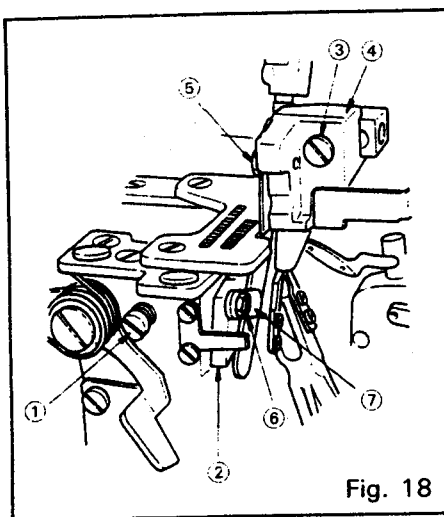
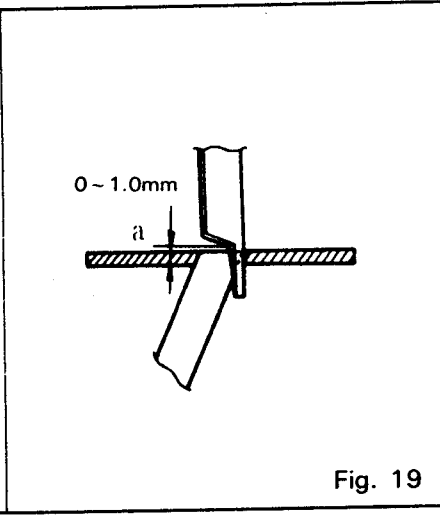

Fig. 18
Fig. 19
- (1) Gire la polea hasta que la cuchilla móvil quede en el punto muerto inferior.
- (2) Afloje el tornillo ① de fijación, jale el soporte de la cuchilla fija ② hacia la izquierda hasta que haga tope y luego tense temporalmente el tornillo ① de fijación.
- (3) Afloje el tornillo ③ de fijación y coloque el soporte ④ de la cuchilla móvil al ancho deseado para la sobreorilla moviéndola hacia la izquierda o derecha. Tense el tornillo ③ de fijación.
- (4) Gire la polea hasta que el punto (a) de la cuchilla móvil quede a 0 - 1,0 mm. por encima de la superficie superior de la placa de garganta como se muestra en la Fig. 19 y luego afloje el tornillo de fijación ①.
- (5) Asegúrese de que la cuchilla móvil esté en contacto estrecho con la cuchilla fija a través de la tensión del resorte. Luego ajuste el tornillo de fijación ①.
- (6) Inspeccione el filo de las cuchillas. Esto puede ser efectuado colocando un hilo entre la cuchilla móvil y la fija y cortándolo al girar la polea.
- (1) Ruotare la manopola sino a portare il coltello mobile in corrispondenza del punto morto inferiore.
- (2) Allentare la vite di bloccaggio ①, spingere fino in fondo verso sinistra il sostegno ② del controcoltello, e rivvitare poi temporaneamente la vite di bloccaggio ①.
- (3) Allentare la vite di bloccaggio ③ e posizionare il sostegno ④ del coltello mobile al valore desiderato di insenatura del margine superiore, spostandolo verso sinistra o verso destra. Riavvitare poi la vite di bloccaggio ③.
- (4) Ruotare la manopola sino a quando il punto (a) del coltello mobile viene a trovarsi a circa 0-1,0 mm al disopra della superficie superiore della piastra di livello, come indicato nella fig. 19, ed allentare poi la vite di bloccaggio ①.
- (5) Verificare che la pressione della molla tenga il coltello mobile ben strettamente a contatto del controcoltello, ed avvitarlo poi la vite di bloccaggio ①.
- (6) Controllare il filo di taglio delle lame dei coltelli. Per effettuare questo controllo, porre un filo fra il coltello mobile ed il controcoltello, e procedere al taglio del filo stesso ruotando la manopola.
- (1) Gire a polia até que a faca móvel se posicione em seu ponto morto mais baixo.
- (2) Afrouxe o parafuso de ajuste ①, empurre o detentor ② da faca fixa totalmente para a esquerda e aperte o parafuso de ajuste ① provisoriamente.
- (3) Afrouxe o parafuso de ajuste ③ e ajuste o detentor ④ da faca móvel para a largura de ziguenzague da sobrecostura desejada movendo o sujeitador para a esquerda ou direita. Aperte o parafuso de ajuste ③.
- (4) Gire a polia até que o ponto (a) da faca móvel fique 0-1,0 mm acima da superfície superior da placa de garganta como mostrado na Fig. 19, e depois afrouxe o parafuso de ajuste ①.
- (5) Certifique-se de que a faca móvel fique em contacto minucioso com a faca fixa pela pressão da mola, e depois aperte o parafuso de ajuste ①.
- (6) Verifique a agudeza das lâminas das facas. Esta verificação pode ser feita colocando-se um fio entre a faca móvel e a faca fixa e girando a polia para cortar o fio de verdade.
Bewegliches Messer auswechseln (Fig. 18, Fig. 19 und Fig. 20)